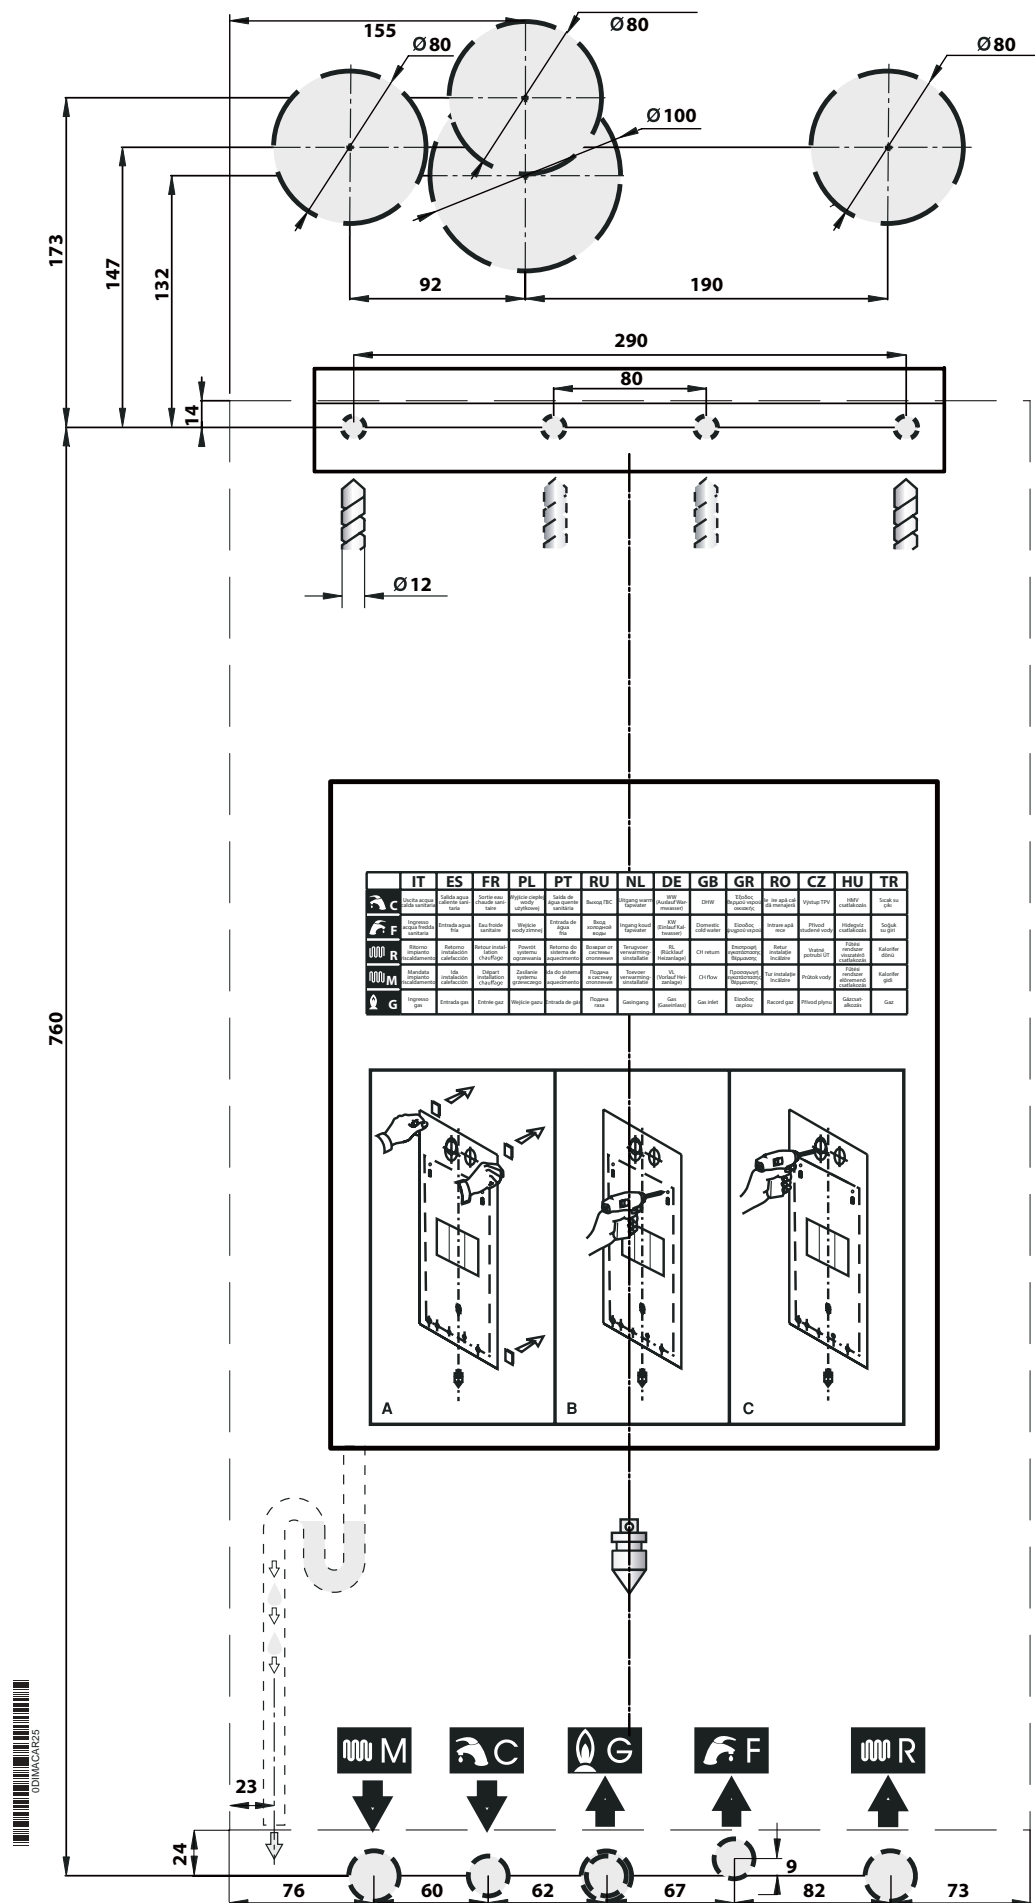

Fig. 9 Șablon de hârtie
- » Șablon de montare a centralei pe perete (vezi Fig. 9 Șablon de hârtie);
Fiecare echipament este însoțit de un șablon de hârtie inclus în ambalaj (vezi Fig. 9 Șablon de hârtie).